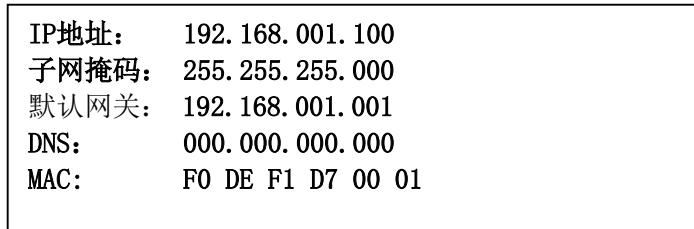

图5-8
- ◆ 按“功能”键进入选项菜单，按【↑】【↓】键进入查询菜单，按‘2’进入网络查询界面（图5-8）。